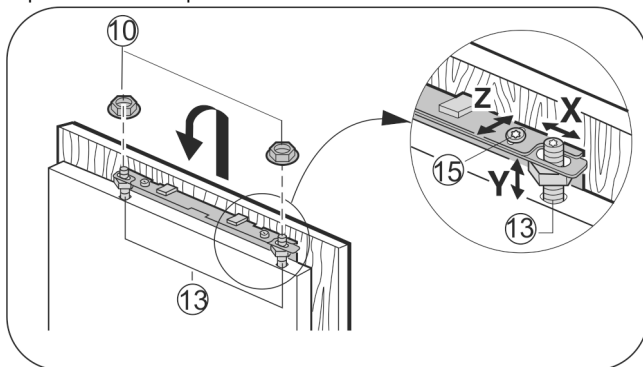

Fig. 19
- ▶ Навесьте мебельную дверцу на регулировочные болты Fig. 19 (13) и контргаики Fig. 19 (10) накрутите на регулировочные болты, не затягивая.
- ▶ Выравнивание мебельной двери по высоте Y и боковому наклону: с помощью отвертки установите положение регулировочными болтами Fig. 19 (13).
- ▶ Затяните контргаики Fig. 19 (10).